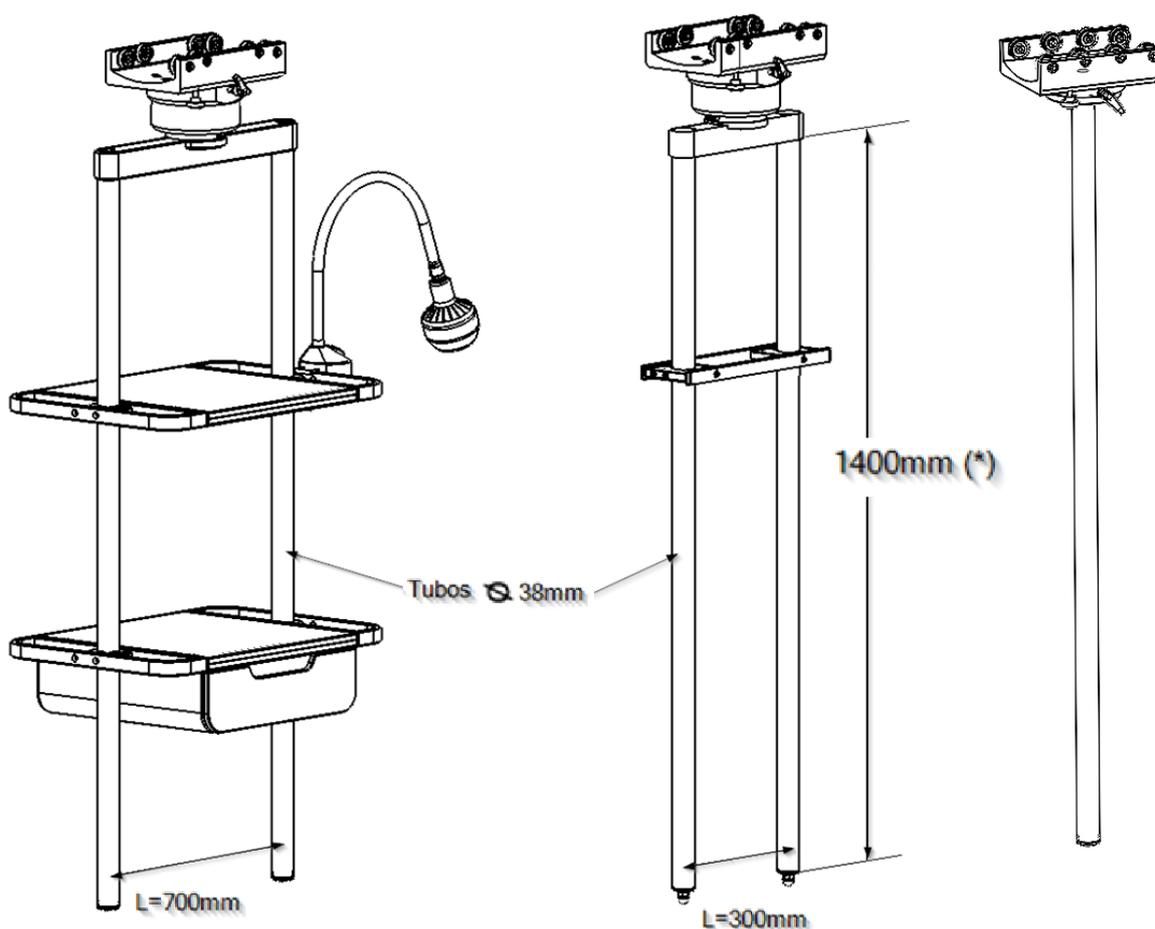

Fig. 18 Détail des chariots pour l'ARES
Un élément mobile qui se déplace sur une longueur définie à l'intérieur d'une section de l'ARES avec un ou deux tubes structurels de 38 mm de diamètre sur lesquels d'autres éléments accessoires peuvent être soutenus. Le tube peut être positionné sur l'axe de rotation ou sur un trapèze à une distance fixe. La distance entre les tubes (L) peut être de 300 mm, 500 mm et 700 mm. La figure 18 montre la variante avec un trapèze de 300 mm et 700 mm et la variante avec le tube sur l'axe de rotation.
L'exemple montre un ensemble de rails techniques sur les tubes structurels (image du milieu de la figure 18) et deux plateaux, dont un avec un tiroir individuel (image de gauche de la figure 18). L'image de droite montre le chariot avec un seul tube sur l'axe de rotation.
La capacité de charge maximale est le poids maximal qui peut être supporté par le bras ou l'ensemble de bras, dans le cas de l'exemple illustré à la figure 18, une configuration avec un bras d'extension (2) et un bras motorisé (3) est montrée. La charge maximale est considérée comme appliquée sur l'axe vertical autour duquel la tête de service tournera.